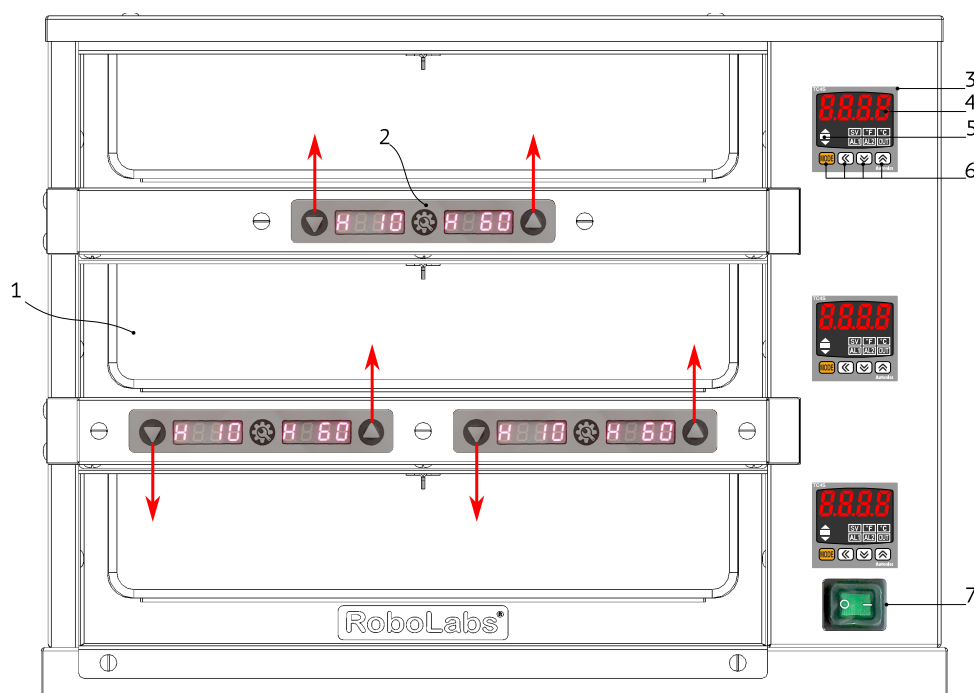

Рисунок 1
Изделие состоит из трёх сквозных камер (1), установленных одна над другой, см. Рис. 1. Каждая камера выстлана плитой из алюминия, под которой вмонтированы нагревательные элементы. Каждая камера вмещает две гастроёмкости¹ GN1/3-65.